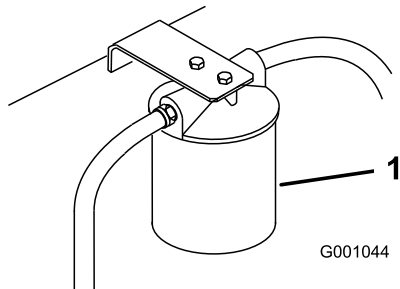

Figure 70
4. Placez un bac de vidange sous le filtre, déposez le filtre usagé et essuyez la surface du joint de l'adaptateur (Figure 70).